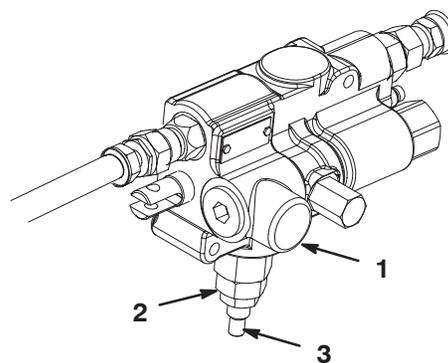

Figure 13
3. Desserrez l'écrou de blocage en bas de la soupape de levage (Fig. 13) située du côté droit de la machine.